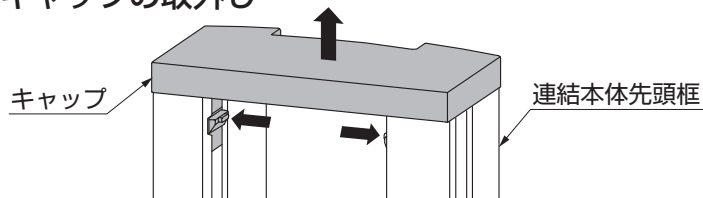

図6-1
- ① 連結本体先頭框のキャップの突起部を押して、上に引上げてはずしてください。(図6-1参照)
(2) 本体と連結本体の組付け